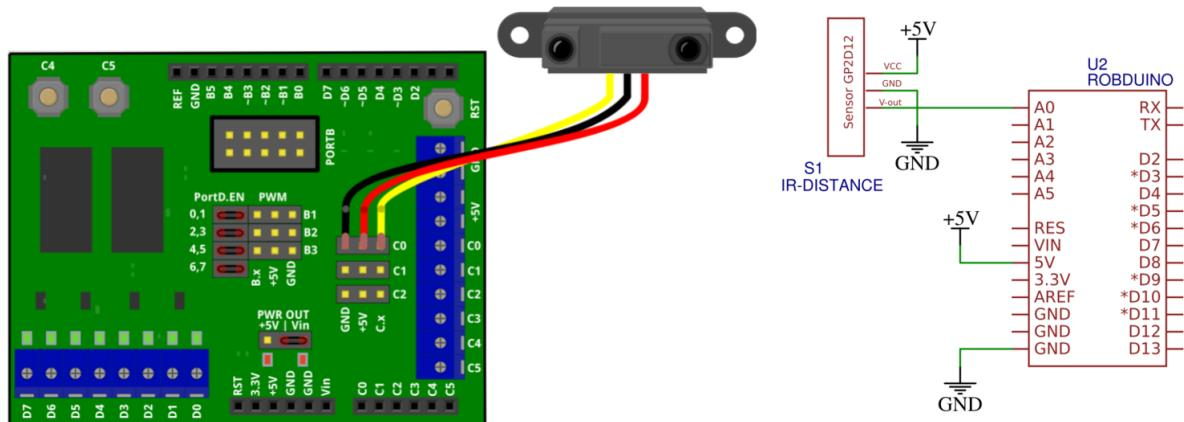

Figure 2.7: Priključitev IR senzorja razdalje.
- IR senzor razdalje priključite na tri-pinski priključek kot je prikazano na fig. 2.7.